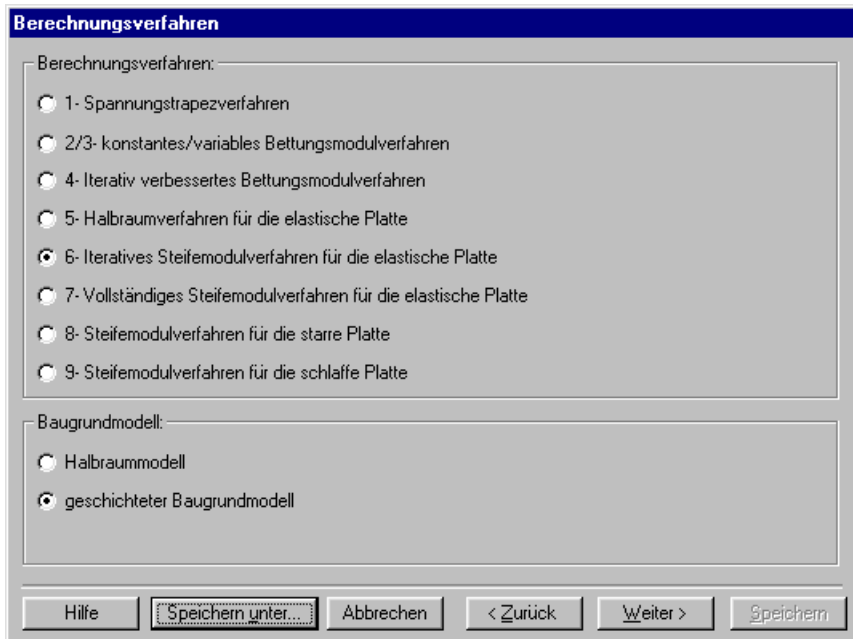

Bild 1-4 Menü "Berechnungsverfahren"
Nach Klicken der Schaltfläche "Weiter" erscheint das Menü "Berechnungsverfahren" (Bild 1-4).
- Wählen Sie "6-Iteratives Steifemodulverfahren für die elastische Platte" (Bild 1-4)